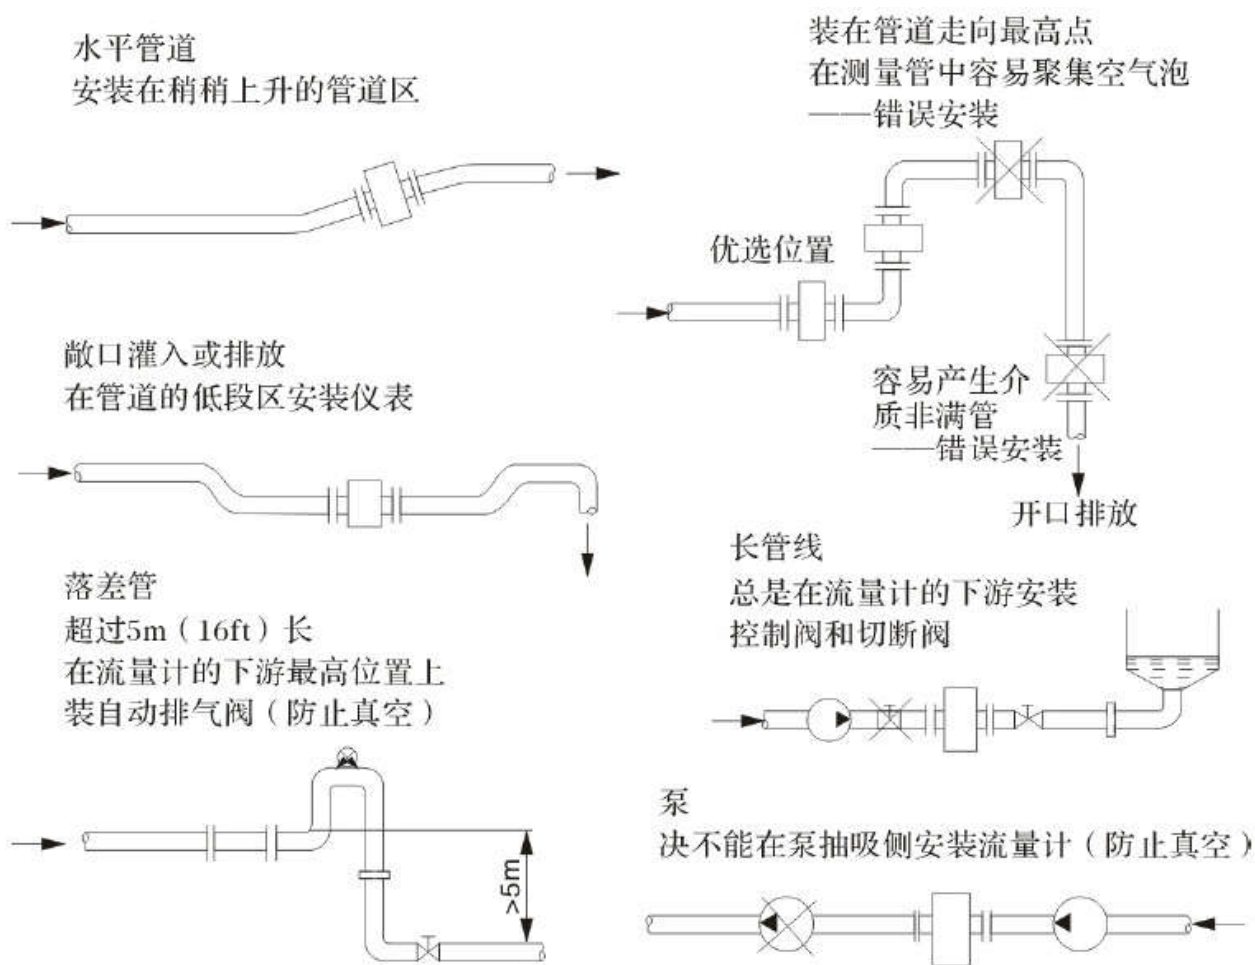

图 8 流量计安装位置示意图
- 为了避免夹附气体所引起的测量误差以及由真空引起的对 PTFE 衬里的损害，安装时请参见图 8